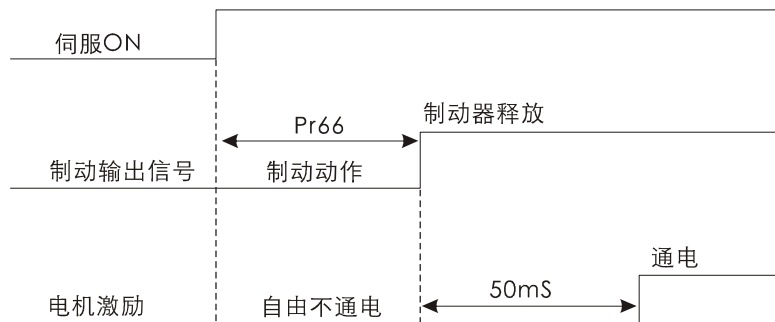

图 9.4 制动时序图 a
- a) 伺服 ON 时，制动器信号输出时序图：(图 9.4)